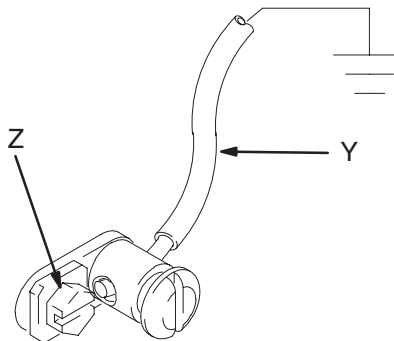

Fig. 1
Per collegare a terra la pompa, rimuovere la vite di terra (Z) ed inserirla attraverso l'occhiello del terminale ad anello alla fine del filo di terra (Y). Serrare la vite di terra nuovamente nella pompa e avvitare fermamente. Collegare l'altra estremità del filo di terra ad una terra efficace. Vedere Fig. 1.